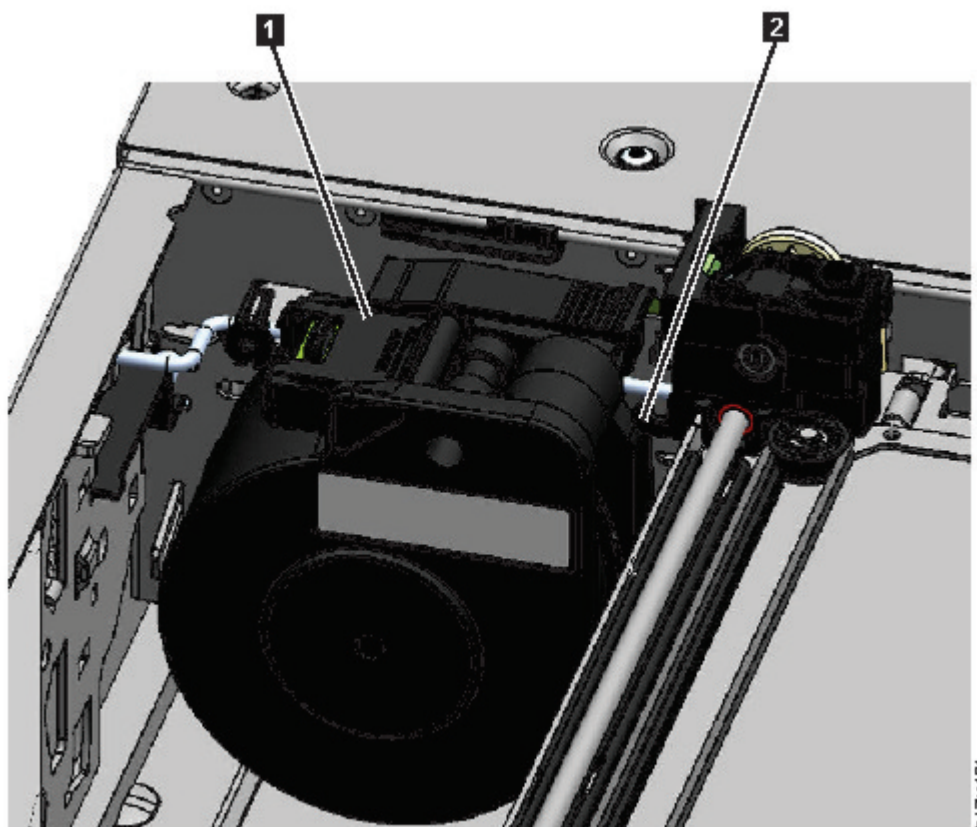

Figura 75. Cable de spooling en posición de parada
Nota: Tome nota de donde gira el extremo del cable de spooling en el descriptor de acceso. Es importante saberlo cuando conecta el nuevo cable de spooling al descriptor de acceso. Consulte 2 en Figura 75 en la página 172.
9. Coloque el conector de spooling (**1** en Figura 75 en la página 172) a la posición de parada.